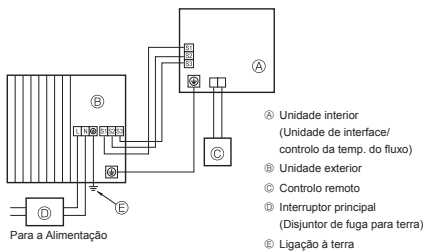
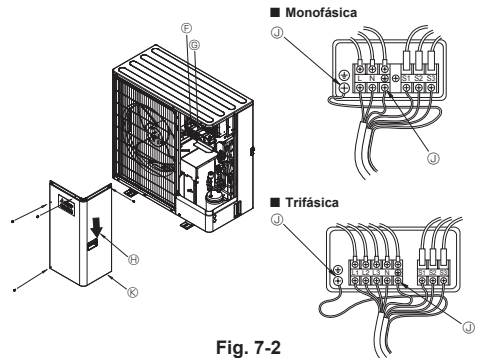

Fig. 7-1
Fig. 7-2
7.1. Unidade exterior (Fig. 7-1, Fig. 7-2)
- Ligue os cabos consultando a Fig. 7-1 e a Fig. 7-2.